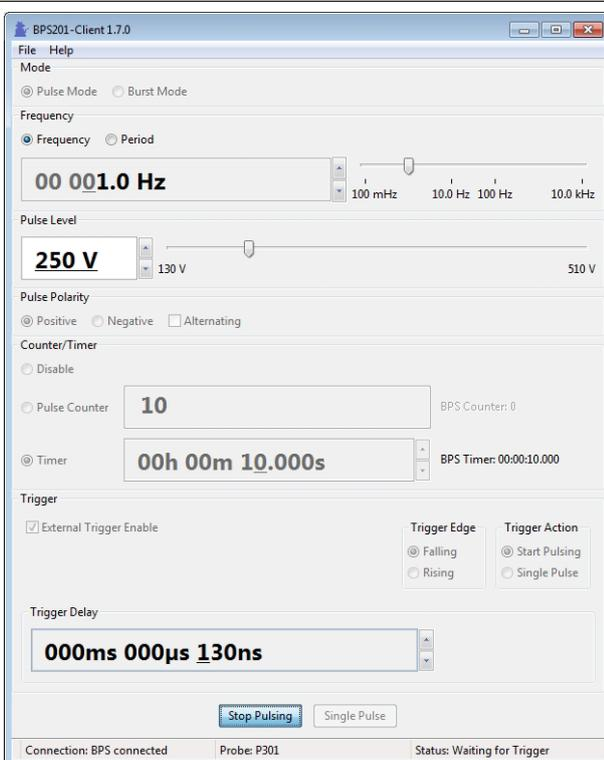

Bild 30 – Trigger für Pulse Mode
- wird der Button **Start Pulsing** zum Button **Stop Pulsing** (Bild 30) und bricht jederzeit die Pulsspannungserzeugung durch die BPS 201 ab